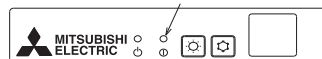

Fig. 9-4
9.3.2. Télécommande sans fil [SLZ-KA-VAL(2) uniquement] (Fig. 9-4)
- ① Mettez sous tension.
- ② Tout en appuyant simultanément sur les touches MODE SELECT (sélection du mode) et TOO COOL (trop froid) de la télécommande, appuyez sur la touche RESET (réinitialiser).
- ③ Relâchez la touche RESET.
- ④ Relâchez les deux autres touches. Au bout de trois secondes, tous les messages sont affichés sur l'écran LCD.
- ⑤ Transmettez le signal de la télécommande en appuyant sur la touche OPERATE/STOP (marche/arrêt) de la télécommande. (La procédure ci-dessus permet au témoin OPERATION INDICATOR (témoin de fonctionnement) d'indiquer le mode de panne.)
- ⑥ Transmettez le signal de la télécommande en appuyant sur la touche OPERATE/STOP (marche/arrêt) pour suspendre la vérification automatique.